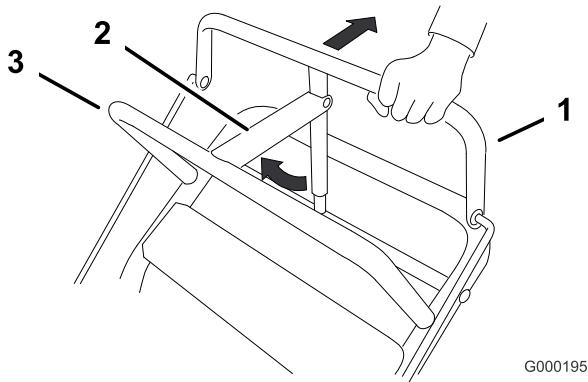

Figura 14
1. Tire hacia atrás de la barra de control superior (Figura 14) y sujetela en esa posición.
2. Levante la palanca del freno de estacionamiento (Figura 14) y suelte poco a poco la barra de control superior. La palanca de freno debe permanecer en posición puesto (bloqueado).
2. Suelte gradualmente la barra de control superior (Figura 14).